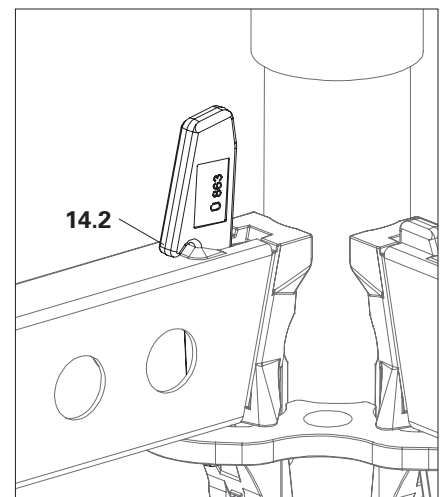

Fig. A3.05a
2. Sfilare il cuneo e posizionarlo sul corrente orizzontale con la punta del cuneo (**14.2**). (Fig. A3.05a)